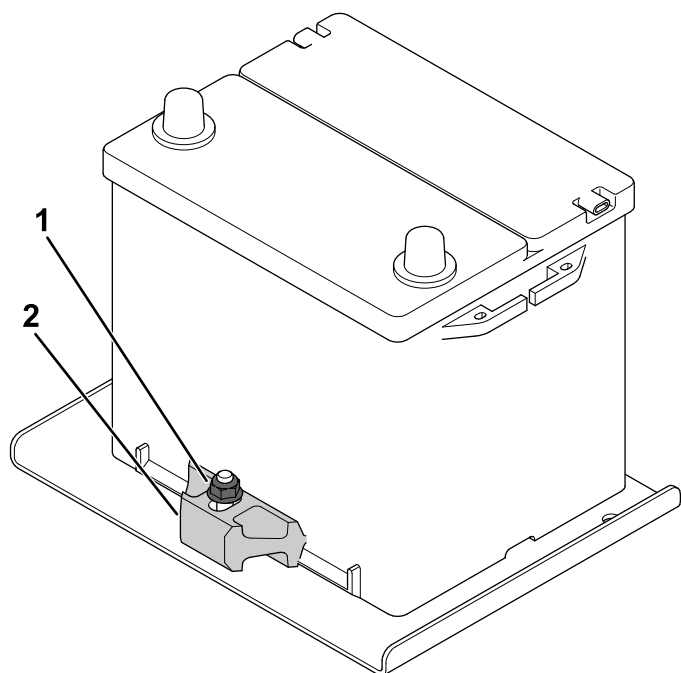

Figure 95
2. Desserrez le contre-écrou qui fixe le dispositif de retenue de la batterie et déposez la batterie de son support (Figure 95).
1. Placez la batterie sur son support et fixez-la au dispositif de retenue en serrant le contre-écrou (Figure 95).